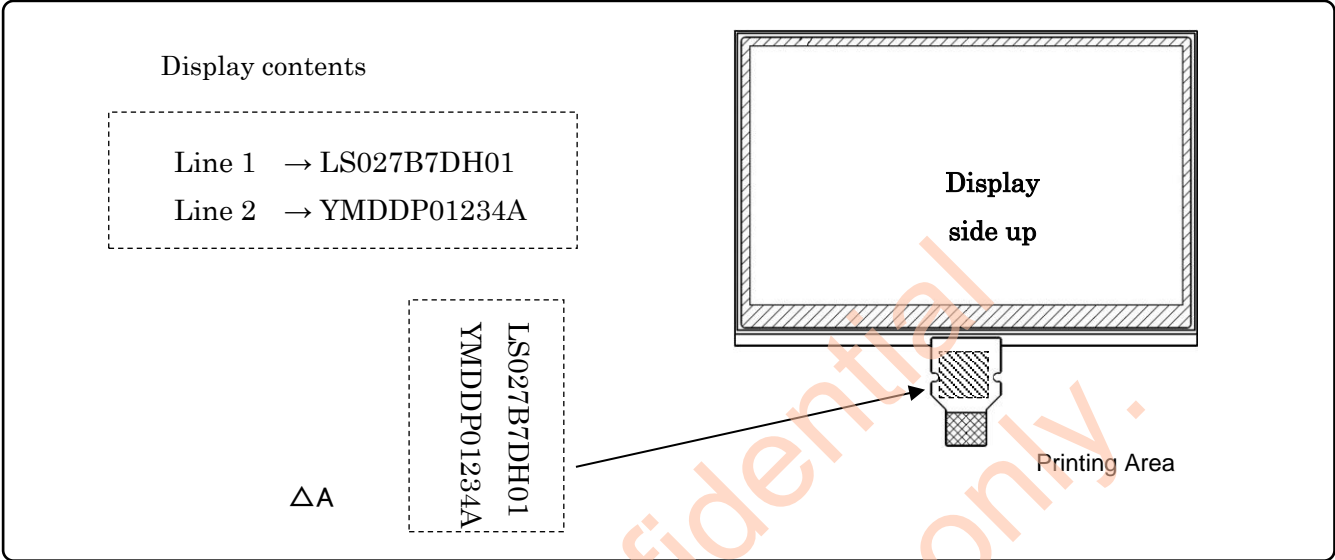

Figure. 11-1-1 Lot number printing position ( not to scale)
- ・図11-1-1に印刷位置を示します。
- ・The display position is shown in Figure.11-1-1.